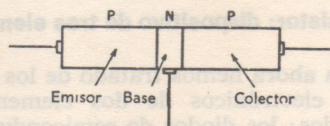

FIG. 11-4. — Transistor PNP de unión.
3. Los transistores de unión o contacto están constituidos por un elemento muy delgado llamado base, emparejado entre dos elementos llamados emisor y colector (fig. 11-4).